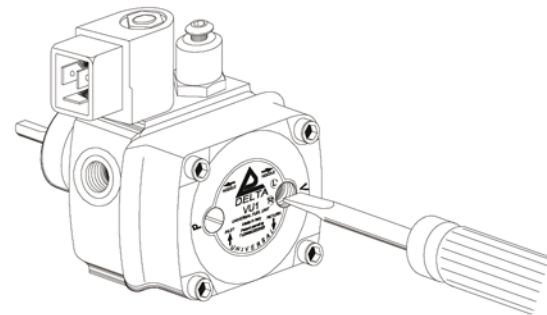

Fig. 3
- b) Den Drehrichtungswähler um 90° bis zum Anschlag drehen, um die Drehrichtung zu ändern (Fig. 3)